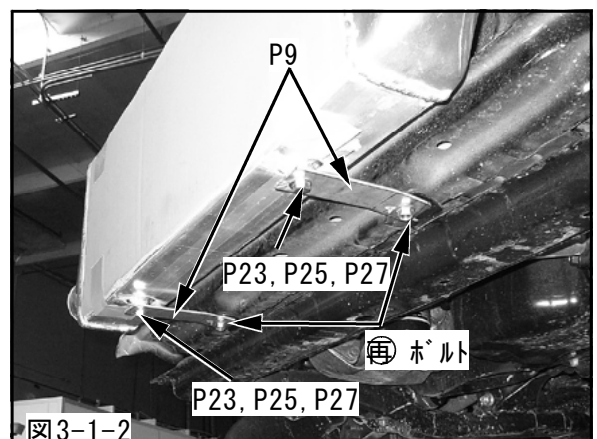

図3-1-2
(2) インタークーラコアを車両に仮付けしてください。(図3-1-2)